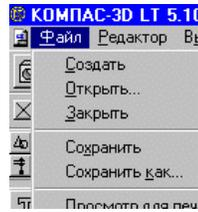

Рис. 94
2. Сохранить лист чертежа можно через меню *Файл*, команда *Сохранить как*, *Сохранить* или через нажатие кнопки *Сохранить*  (рис. 94).